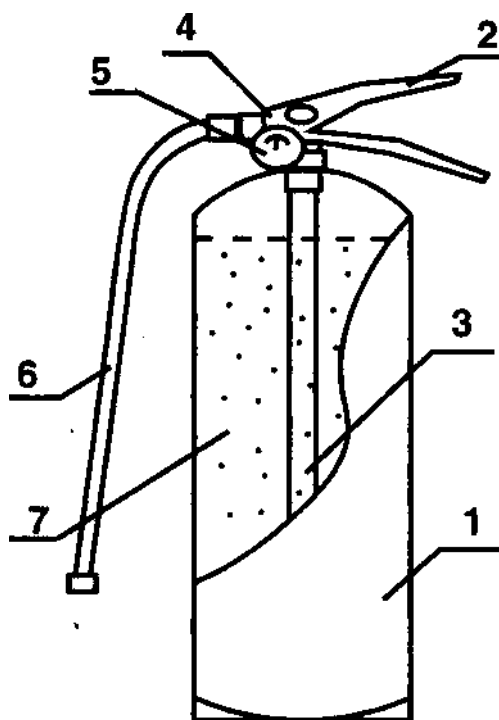

Рис. 1
4.1. Огнетушитель (рис. 1) состоит из корпуса 1, наполненного огнетушащим порошком 7. На горловине закреплено запорно-пусковое устройство 4 с индикатором давления 5. ЗПУ оснащено ручкой для переноски огнетушителя и ручкой для управления подачей порошка